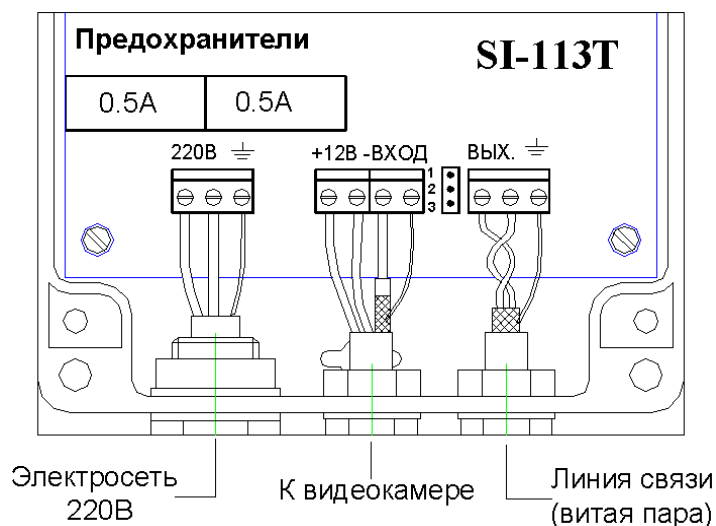
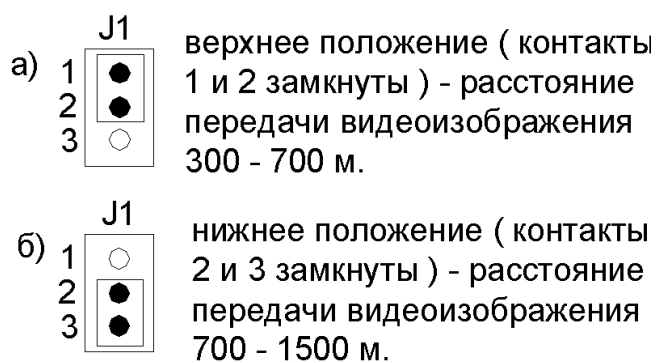

Рис.1
Рис.2
- 4.1. Схема подключения линий связи и электропитания к передатчику приведена на рис.1. Положение коммутационной перемычки J1 в зависимости от расстояния передачи видеоизображения приведена на рис.2. Для эффективной работы схемы защиты от грозových разрядов по цепям питания и видеосигнала передатчик должен быть заземлен с помощью клемм обозначенных  на рис.1. Не допускается использование витой пары для передачи электропитания 220В/50Гц. Витая пара, проложенная вне помещения, должна быть экранирована. Рекомендуем использовать экранированный телефонный кабель ТПП ЭП или экранированную витую пару КВПЭФ. Экран кабеля должен быть заземлен. Прибор заземляется с помощью «земляной» жилы кабеля подключения к электросети. Заземление экранирующей оплётки линии связи производится её соединением с клеммой  через схему прибора. Основные параметры рекомендуемых витых пар и ориентировочные значения дистанции передачи изображения приведены в Таблице 1.